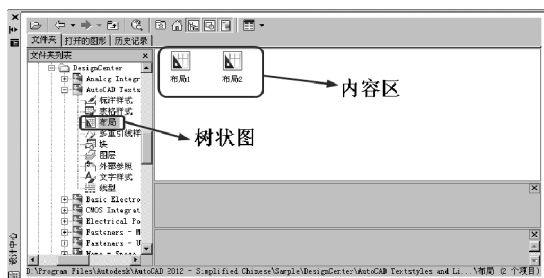

图 15-14 【设计中心】面板
- 2) 在弹出的【设计中心】面板（如图 15-14）左侧的树状图中，查找包含要重复使用的布局图形。